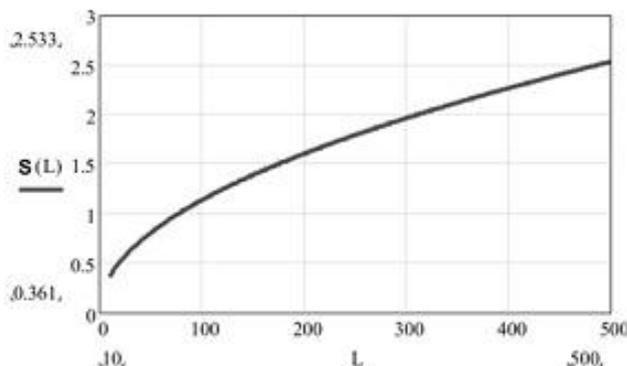

Рис. 4.2
4.1.3 Максимальная ширина «2S» ЧЗ на открытом участке зависит от расстояния между БПРД и БПРМ, определяется как $2 \times S(L)$ по ориентировочному графику (см. рис. 4.2) при L равном расстоянию между БПРД и БПРМ. Ширина ЧЗ на конкретном отрезке определяется по тому же графику, но при L равном удвоенному расстоянию до ближайшего блока. На графике обозначено: L –расстояние между БПРД и БПРМ.
4.1.4 При выборе высоты установки необходимо учесть, что при приближении к БПРД (БПРМ) вдоль оси, ЧЗ «сужается» как показано на рис. 4.2. БПРД и БПРМ размещаются на выбранной высоте (для приземного варианта размещения рекомендуется 0,5...1,4 м) от поверхности земли.